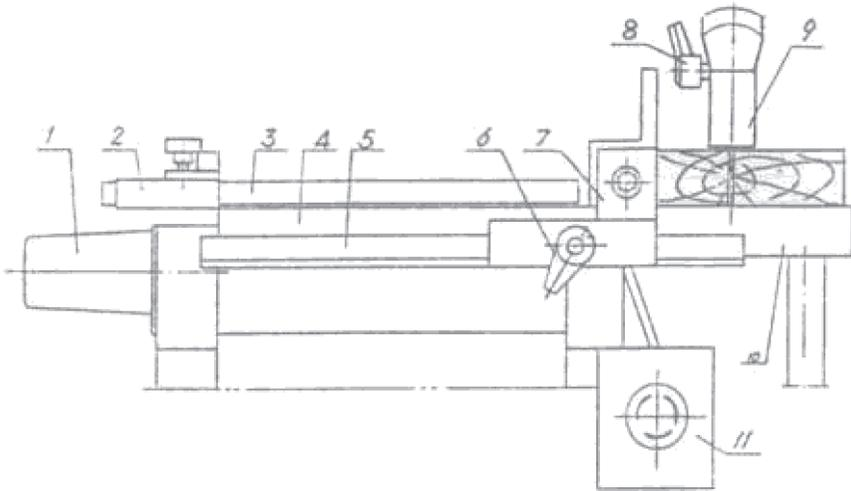

Abb. 12
- Nehmen Sie bei der Arbeit eine Position ein, wie in Abb. 12 gezeigt.